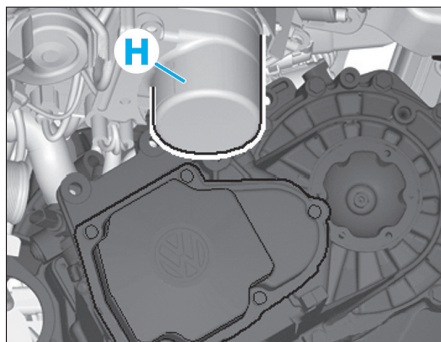

FIG. 23
- Extraire cette dernière de son logement en veillant à ne pas toucher le groupe électropompe (H) (Fig.23).